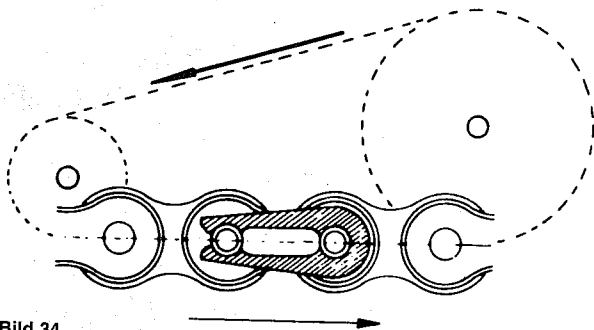

Bild 34
- Beim Einbau der Antriebskette das Kettenschloss in richtiger Richtung einbauen (Bild 34).